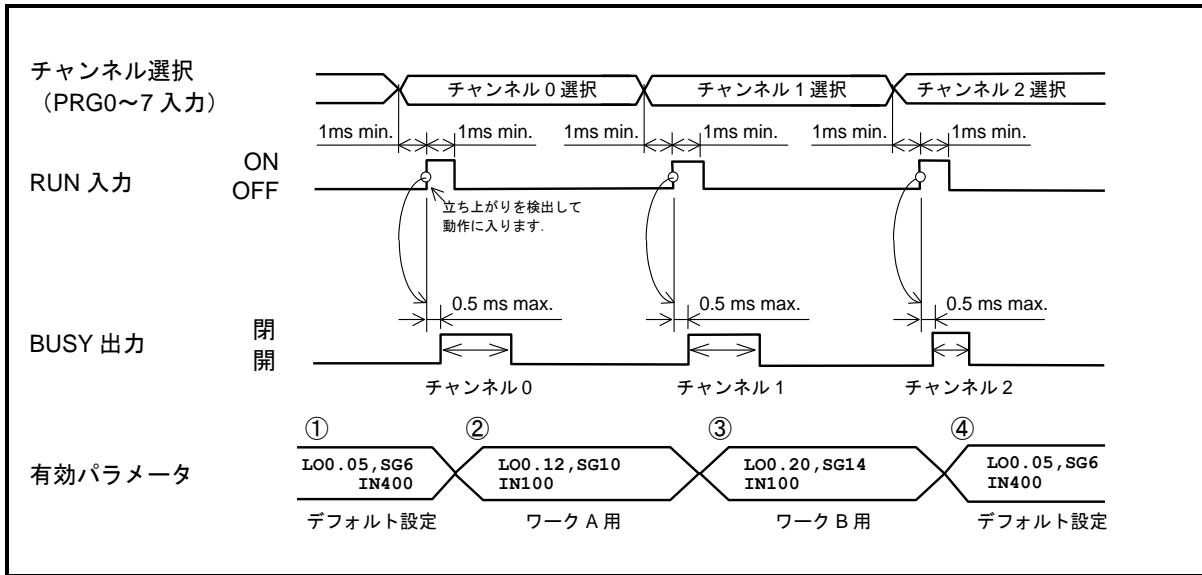

図 8-21 : 3 種類のゲイン設定を使い分ける設定例のタイミング
- 「図 8-21 : 3 種類のゲイン設定を使い分ける設定例のタイミング」を使用したゲイン変更例を示します。